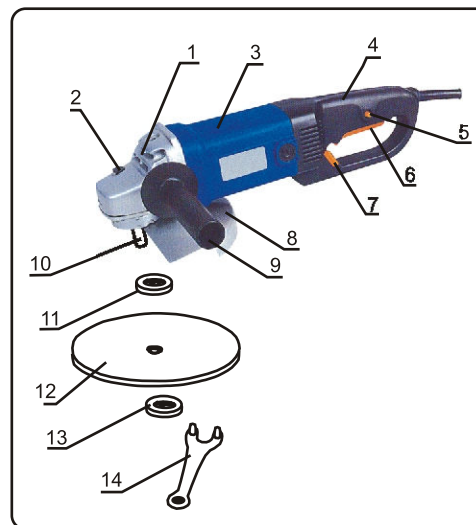

рис. 1
4.1 Общий вид шлифмашины модели МШУ-230/2000Р представлен на рис. 1